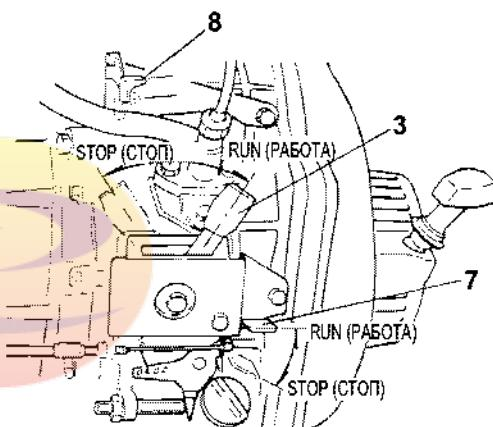

Рис. 67
2. Установите рычаг регулятора (Рис. 67, (3)) в положение RUN (РАБОТА).
- Альтернативный способ останова — с помощью рычага останова (Рис. 67, (7)) (см. Ручной запуск). Этот способ используется в случае повреждения ключа зажигания или в аварийных ситуациях.
- Запрещается останавливать двигатель рычагом сброса давления (Рис. 67, (8)).